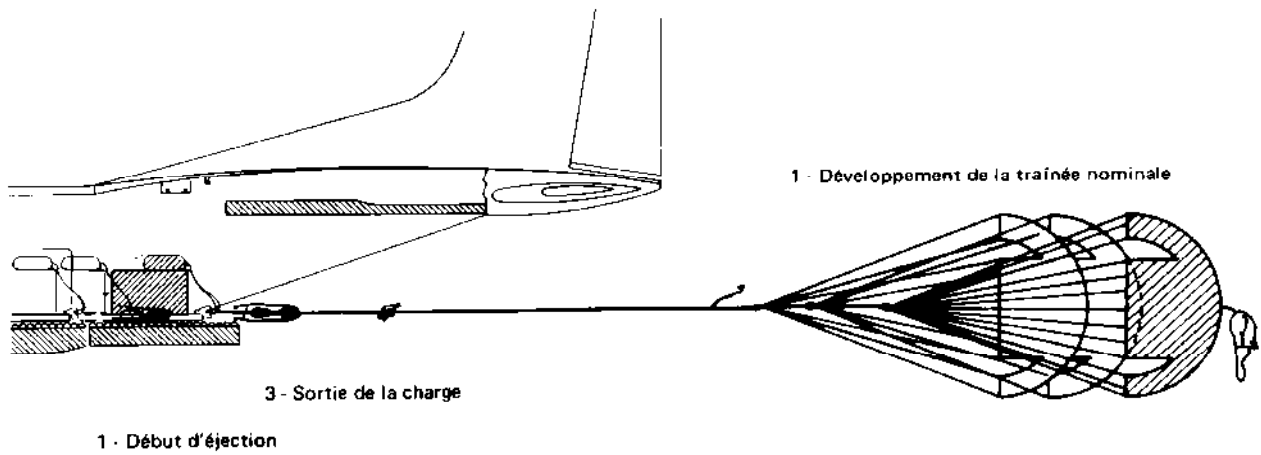

Fig. 2.10 – Fonctionnement- Sortie de la charge en largage classique
1. La traînée du parachute éjecteur atteint sa valeur nominale qui s'applique à la charge (fig. 2.10).